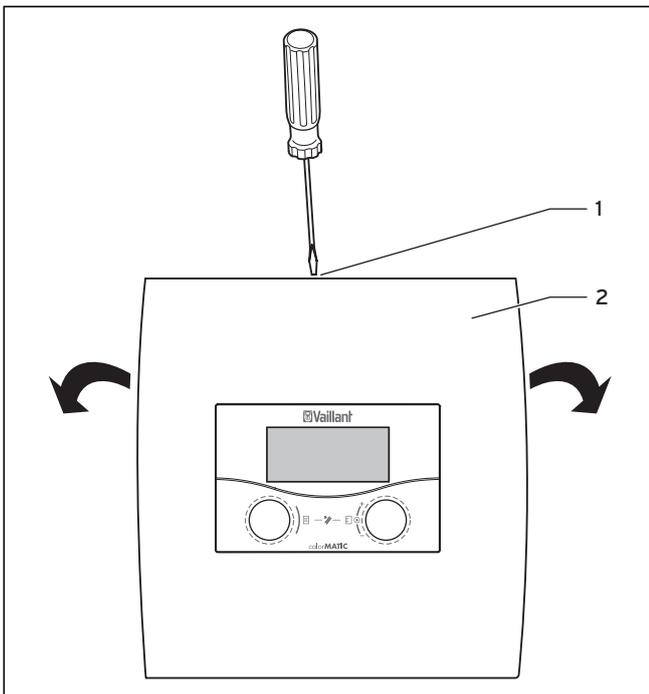

Abb. 10.2 Wandaufbau öffnen
- Ziehen Sie den Regler vom Wandaufbau ab. Führen Sie dazu einen Schraubendreher in die beiden Rastlaschen ein (→ **Abb. 10.2**).